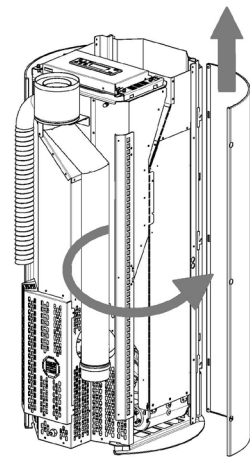

Fig. 74 - Fjernelse af sidestykke
- Åben sidestykket og træk det fri af tænderne (se **Fig. 74**).